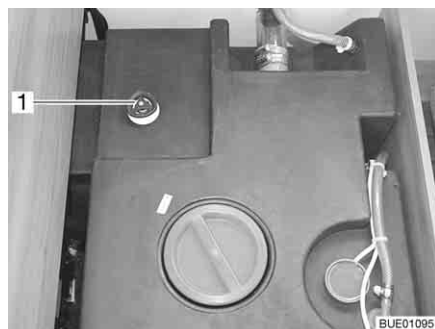

Fig. 151 Réservoir d'eau avec poignée tournante
- Faire tourner la poignée tournante (Fig. 151,1) du réservoir d'eau à fond dans le sens contraire des aiguilles d'une montre au-delà de la résistance pour ouvrir entièrement l'ouverture d'écoulement.